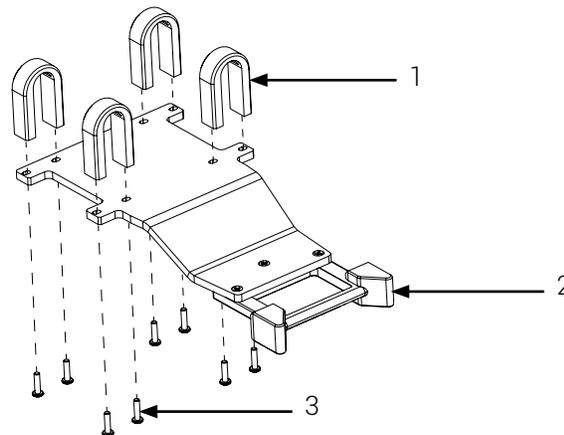

**Figure 14 :** Installation du dispositif d'accouplement THS de l'incubateur Babyleo TN500 côté tête du patient
- Aligner les trous de fixation du dispositif d'accouplement THS et l'incubateur, puis serrer les deux (2) vis, quatre (4) rondelles et deux (2) écrous fournis, à l'aide de deux (2) clés 9/16 po (Figure 14). Au besoin, consulter la Figure 10 à la page 24 pour voir les bons trous de fixation du dispositif d'accouplement.